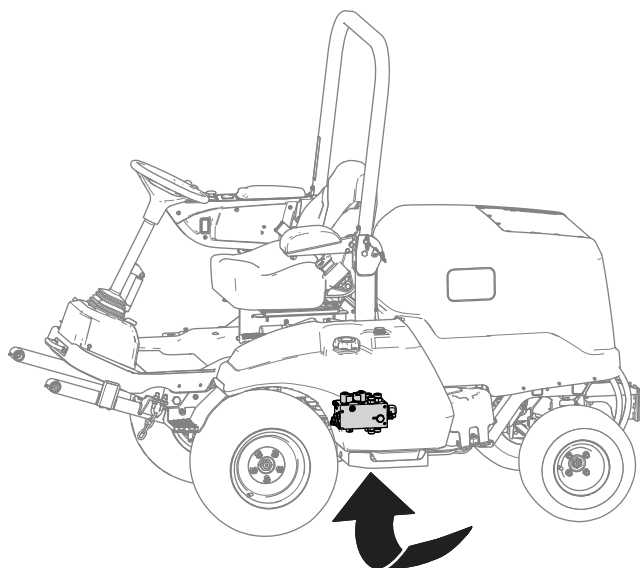

Рисунок 21
3. Найдите гидравлический коллектор подъема под машиной (Рисунок 21).